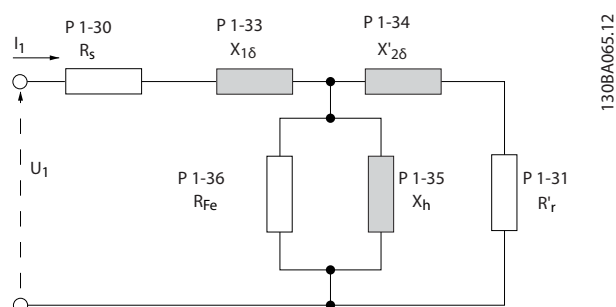

Ilustración 3.6 Diagrama equivalente del motor para un motor asíncrono
Un simple control del valor de la suma  $X_1 + X_h$  se efectúa dividiendo la tensión del motor línea a línea por la raíz cuadrada (3) y dividiendo este valor por la intensidad del motor sin carga.  $[V_L - L / \sqrt{3}] / I_{NL} = X_1 + X_h$ , consulte la *Ilustración 3.6*. Estos valores son importantes para magnetizar adecuadamente el motor. Esta comprobación se recomienda encarecidamente en los motores de ocho o más polos.